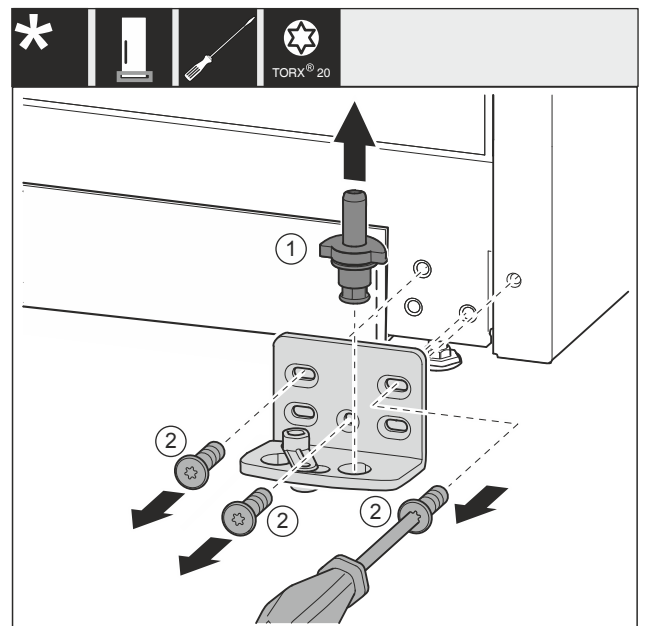

Fig. 33 *
- ▶ Опорный палец Fig. 33 (1) полностью извлеките движением вверх.*
- ▶ Открутите винты Fig. 33 (2) отверткой и снимите опорный кронштейн.*